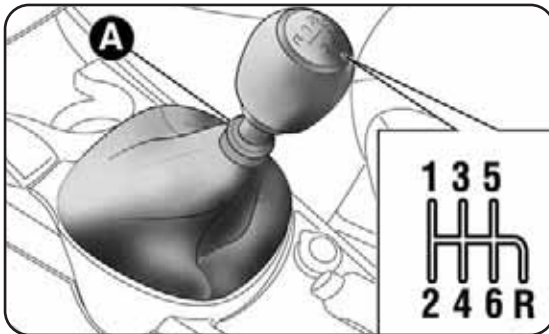
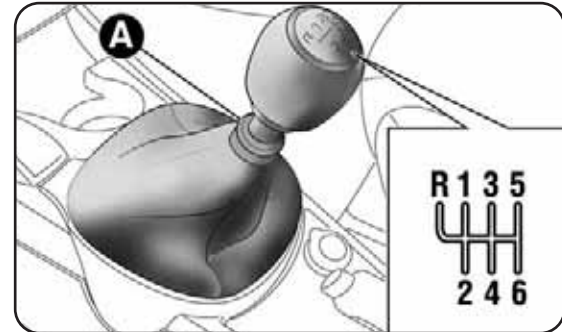
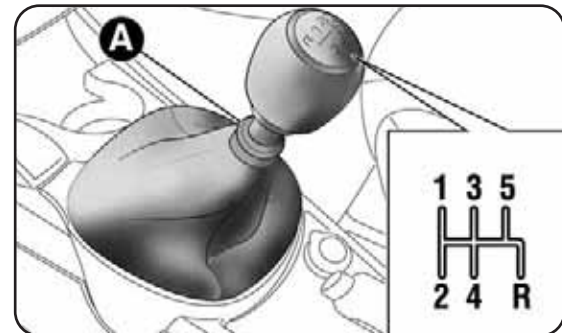

fig. 2 Versiones 1.4 Gasolina, 1.4 Multi Air
fig. 3 Versiones 1.4 Turbo Gasolina 155CV,
fig. 4 Versiones 1.4 Turbo Gasolina 120CV, 1.4 Turbo Multi Air,
Para engranar las marchas, pise a fondo el pedal del embrague y ponga la palanca del cambio en la posición deseada (el esquema para engranar las marchas se indica en la empuñadura de la palanca fig. 2, fig. 3 y fig. 4).
Para engranar la marcha atrás (R) desde la posición de punto muerto, levante el anillo A - fig. 2, fig. 3, fig. 4 situado debajo de la palanca del cambio y simultáneamente: